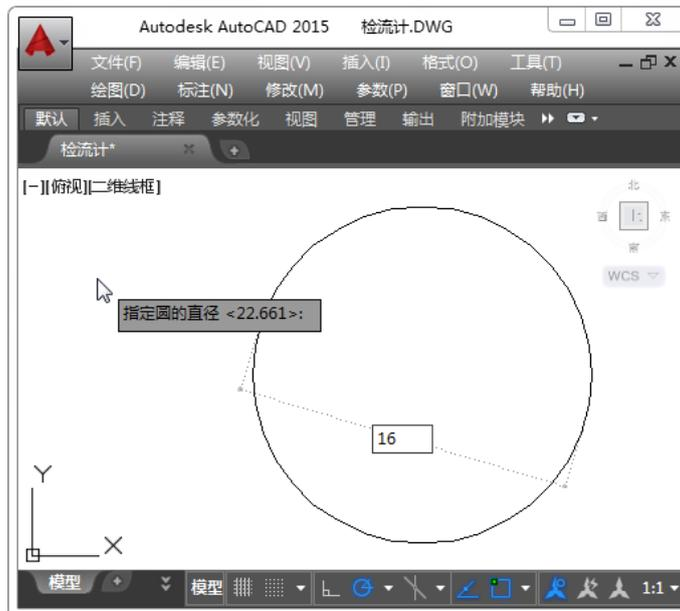

图 3-46 【圆心、直径】命令绘制方法
- 【圆心、直径】命令: 该绘制方法与圆心、半径方法类似, 只不过是在确定了圆心后, 输入的是圆的直径, 如图 3-46 所示。